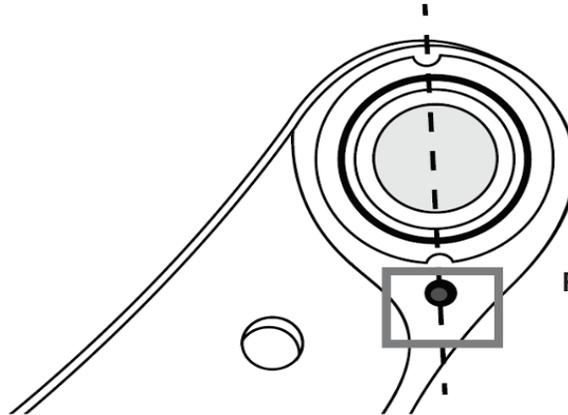

Figure 3.
- Trouver le repère du bras de suspension. Il peut s'agir d'un trou, d'un cran, d'un taquet, d'une encoche ou d'une flèche. Le repère du joint à rotule doit être aligné avec le repère du côté du bras de suspension pendant l'installation. **Voir la Figure 3.**